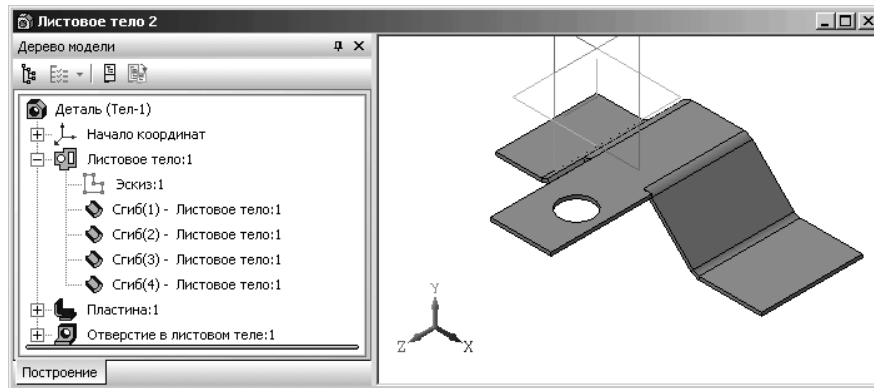

Рис. 7.56. Результат создания отверстия в листовой детали
- щелкните на **Специальной панели управления** по кнопке **Создать объект**. Появится отверстием в листовой детали, показанное на рис. 7.56, а в окне **Дерево модели** — его пиктограмма **Отверстие в листовом теле:1**.